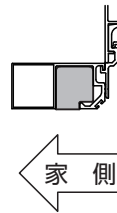

図4-13 側面図
- ① 上レールすき間塞ぎパッキンを上レール内へ押し込み、はめ込んでください。(図4-12、図4-13参照)